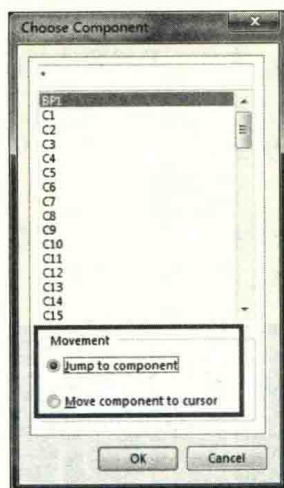
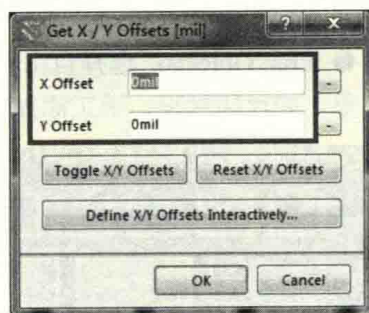

图 8-25 移动元件
图 8-26 对象的坐标精准移动
① Move Component: 移动元件, 按快捷键“MC”, 弹出选择元件对话框, 如图 8-25 所示。选择“Jump to component”时, 选择需要移动的元件位号, 鼠标指针即激活移动此元件的命令, 并且鼠标指针跳放到此元件的位置。选择“Move component to cursor”时, 可以直接自己选择单击需要移动的元件。
② Move Selection: 移动选择, 对象被选中之后, 按快捷键“MS”, 单击一下空白绘制或移动参考点, 即可实现对选中对象的移动。
③ Move Selection by X, Y...: 坐标移动, 可以实现对选中对象的精准移动, 如图 8-26 所示。
④ Move Flip Selection: 移动镜像, 按快捷键“MI”, 对选中对象移动到顶层或者底层, 可以实现元件或者走线的换层操作, 不过在移动的状态下按快捷键“L”, 可以更加快捷地实现此操作。